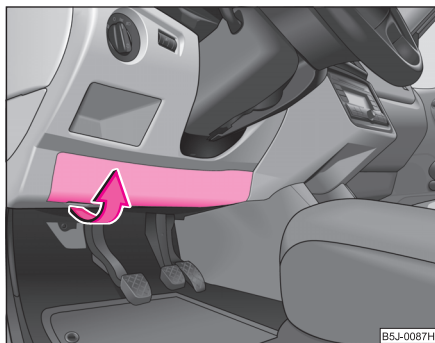

Abb. 178 Untere Seite der Schalttafel: Sicherungsdeckel
- Schwenken Sie vorsichtig den Deckel in Pfeilrichtung und nehmen Sie diesen heraus ⇒ **Abb. 178**.